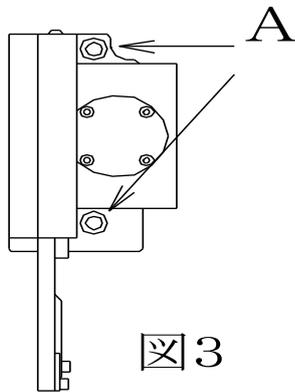

図3
〈図3参照〉
- “カッターブロック”を取り付けます。カップリングの凹凸、ピン、ロックピンとロック穴を正確に合わせ取り付け、図3のAのネジを締めて下さい。